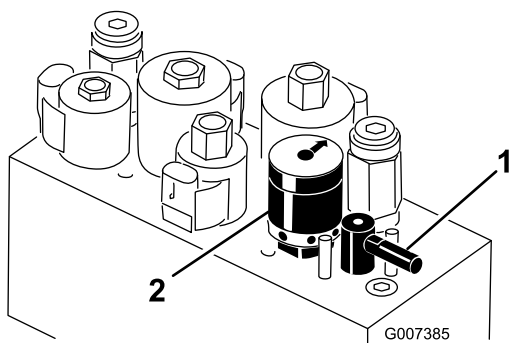

Figura 56
- Para establecer la velocidad de los molinetes, gire el pomo (Figura 56) hasta que las flechas apunten al número que indique el ajuste deseado.